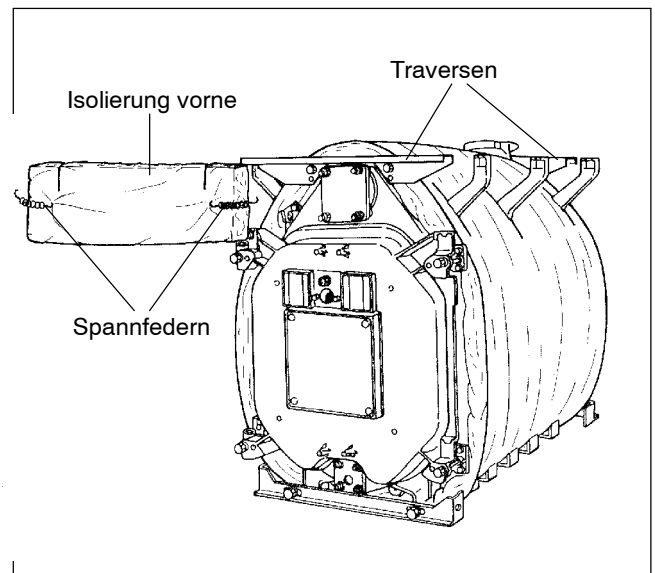

Abb. 32
- Die Traversen oben vorne und hinten oben mit Schrauben M 8 x 16 an die beiden Endglieder anschrauben. Die Abkantungen müssen nach außen zeigen (Abb. 32).
- Isolierung mit den Einschnitten nach oben, vorne quer anbringen und mit zwei Spannfedern an der Blockisolierung befestigen (Abb. 32).